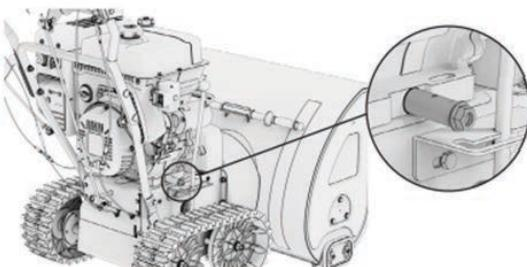

Рис. 45
3. Выкрутите сливной болт (рис. 45);